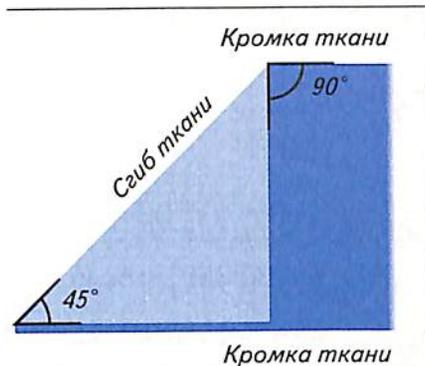

Рис. 46. Выкраивание косой бейки
- сложить лоскут так, чтобы кромка и срез образовали прямой угол, тогда сгиб ткани будет проходить под заданным углом раскроя 45° (рис. 46). Сгиб слегка приутюжить;